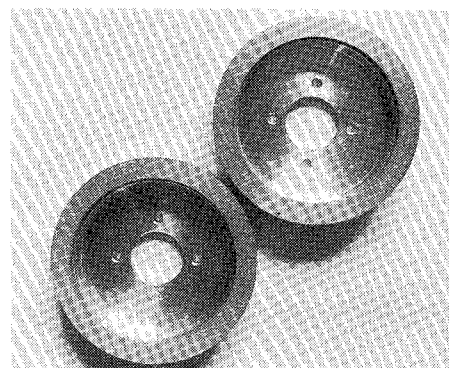

図1-2 カップ型ダイヤモンド砥石
(2) 工 具
① カップ型ダイヤモンド砥石 (図1-2)。